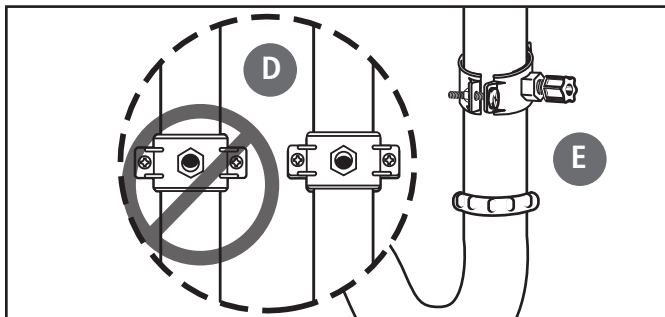

Figure 9
- Assurez-vous que le joint en caoutchouc noir adhère à l'intérieur de la pince de vidange et placez l'assemblage de la pince de vidange sur le trou qui a été percé. Regardez par le trou et positionnez la pince de manière à ce que le centre du trou de la pince soit légèrement au-dessus (environ 1/16 po) du centre du trou qui a été percé (Figure 9). Serrez complètement la pince.